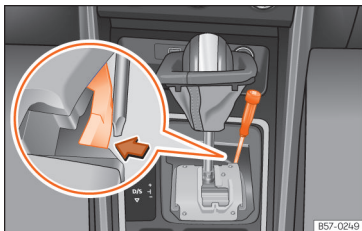

Fig. 232 Leva selettiva: sblocco di emergenza dalla posizione di parcheggio.
- Con l'aiuto della parte piatta di un cacciavite, premere lateralmente la linguetta gialla e tenerla premuta »» fig. 232.